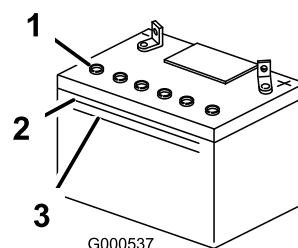

Figura 42
2. Guardate il fianco della batteria. L'elettrolito deve raggiungere la linea superiore (Figura 42). Non lasciate scendere l'elettrolito sotto la linea inferiore (Figura 42).
3. Togliete i tappi di spurgo dalla batteria (Figura 42).
4. Aggiungete lentamente acqua distillata in ogni elemento della batteria finché l'elettrolito non raggiunge la linea superiore (Figura 42) sulla cassetta della batteria.
superiore (Figura 42) sulla cassetta della batteria.